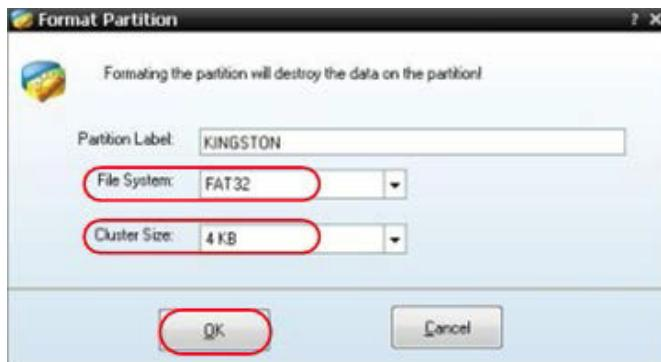

Рисунок 23. Установка параметров форматирования
5) В открывшемся диалоговом окне выберите файловую систему FAT32, установите размер единичного блока выделения на значение 4 KB, после чего щелкните по кнопке **OK** (рисунок 23).